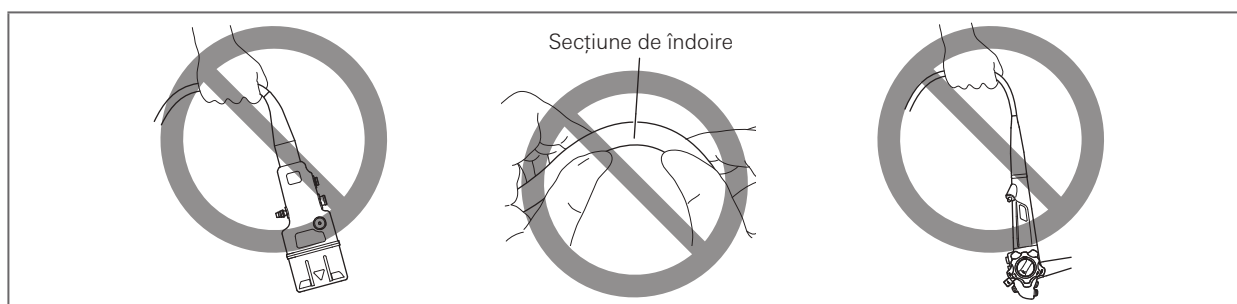

Figura 1.3
- NU transportați endoscopul apucându-l de cablul ombilical sau de porțiunea de inserție. NU strângeți și nu îndoiți cu forță secțiunea de îndoire (Figura 1.3). Aceasta poate produce deteriorarea endoscopului.